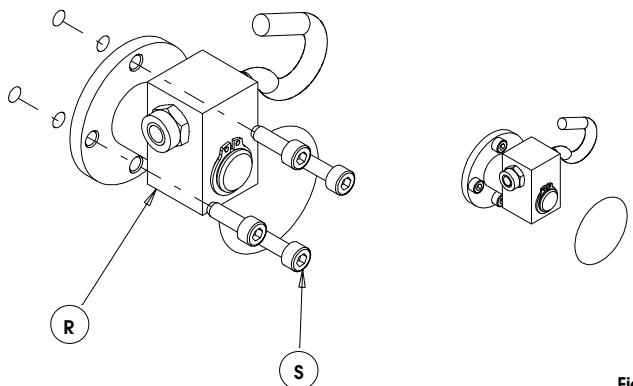

Fig.9
- 10) Posizionare il particolare **R** e fissarlo con le viti **S**, Fig.9.
- 10) Position part **R** and secure it with screws **S**, Fig.9. To secure part R, locate the nuts and M5 washer (supplied with the kit) inside the housing.
- 10) Positionner la pièce **R** et la fixer avec les vis **S**, Fig.9.
- 11) Das Teil **R** positionieren und mit den Schrauben **S** befestigen, Abb. 9. Um das Teil R zu blockieren, in dem Gehäuse die mit dem Bausatz mitgelieferten Muttern und M5-Unterlegscheiben positionieren.